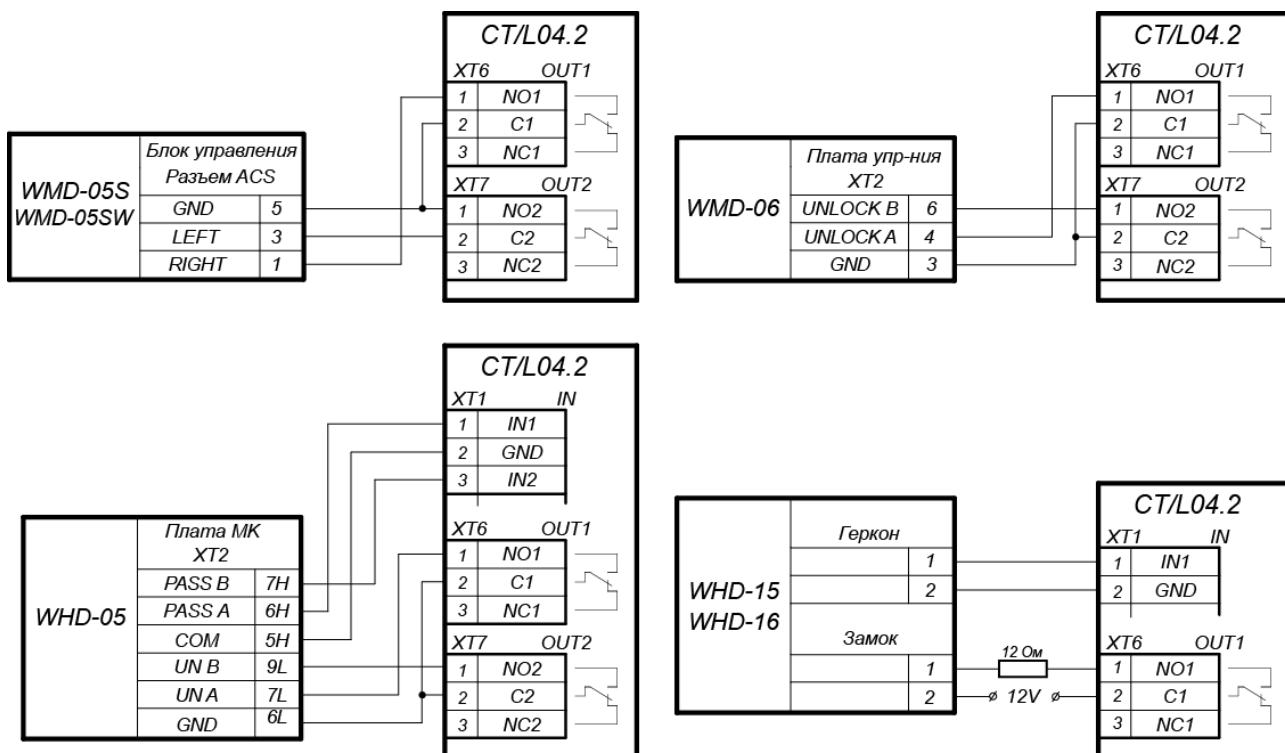

Рисунок 7. Схемы подключений калиток
- Калитка (блок управления) подключается к клеммным колодкам **XT1**, **XT6**, **XT7** нижней платы контроллера в соответствии со схемой для данного типа калитки (см. рис. 7).